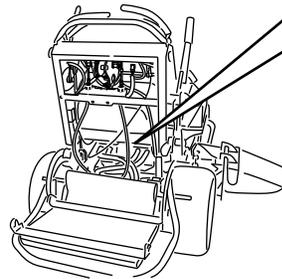

Bild 25
3. Drehen Sie das Sicherheitsventil an beiden Pumpen um eine oder zwei Umdrehungen nach rechts, um es zu öffnen (Bild 25).